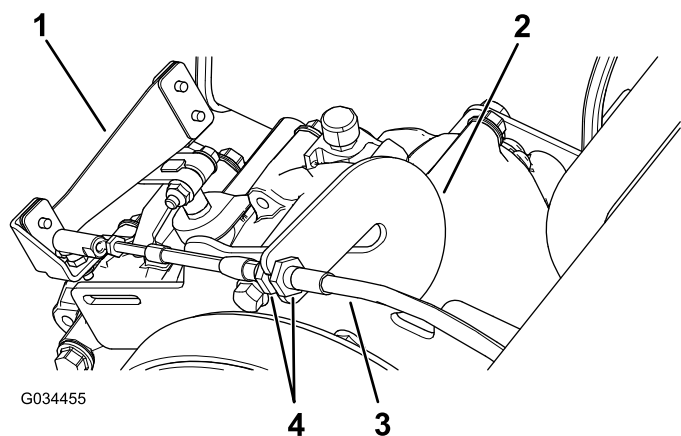

Figure 61
- Desserrez les écrous de blocage sur le câble de sélection et ajustez-les selon les besoins (Figure 61).
- Vérifiez la position de l'inverseur de marche en tournant le levier aux 3 positions différentes et vérifiez que le levier (Figure 61) passe aux différentes positions correctement ; voir Levier et indicateur d'inverseur de marche (page 14).